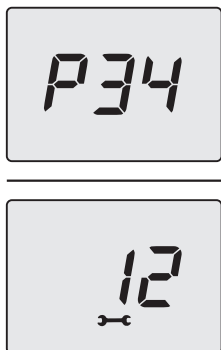

Figura 9.5
- Premere per 1 sec. il tasto 14 (Figura 5.49) per entrare nel parametro selezionato. Il display visualizzerà quanto segue (Figura 9.5).